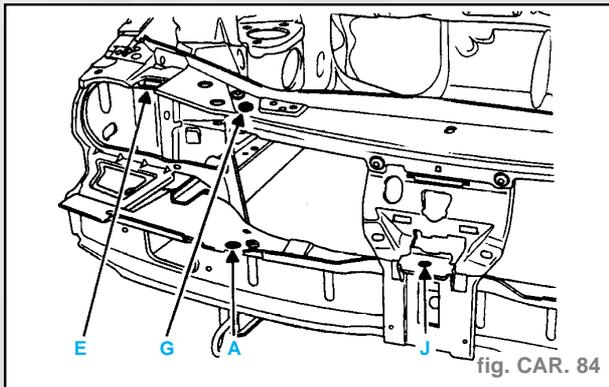

fig. CAR. 84
- Les points (A), (B), (C) et (D) sont les références de positionnement du gabarit sur le véhicule (fig. CAR. 84 et 85).
- Les points (E), (F), (G), (H) et (J) servent en premier lieu à la fixation et au positionnement des éléments remplacés.
- Mais lorsqu'un des points (A) ou (B) ne peut plus servir de référence, parce qu'il a été affecté par le choc, ce sont les points de positionnement du côté opposé au choc qui remplissent cette fonction.